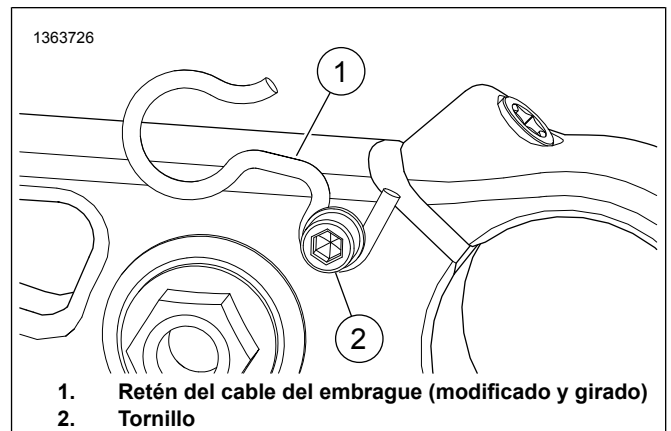

Figura 4. Retén del cable del embrague modificado
1. Figura 4 Aflojar el tornillo (2).
2. Retirar el retén del cable del embrague OE (1).